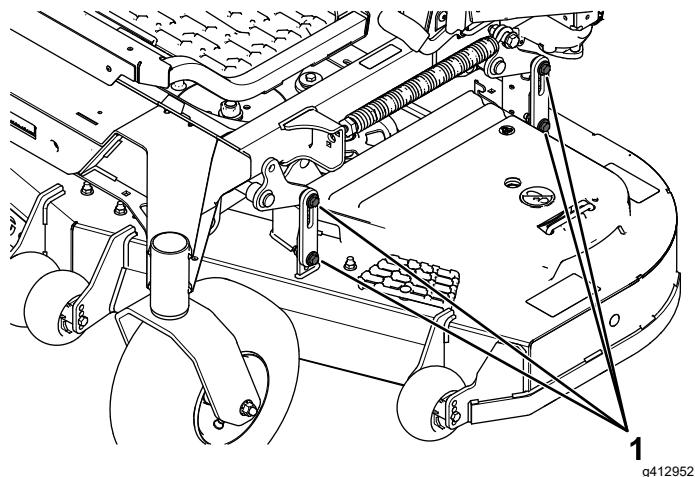

Figura 86
16. Allentate i bulloni (Figura 86) sui 4 angoli e assicuratevi che il piatto di taglio sia saldamente in sede su tutti e 4 i blocchi.